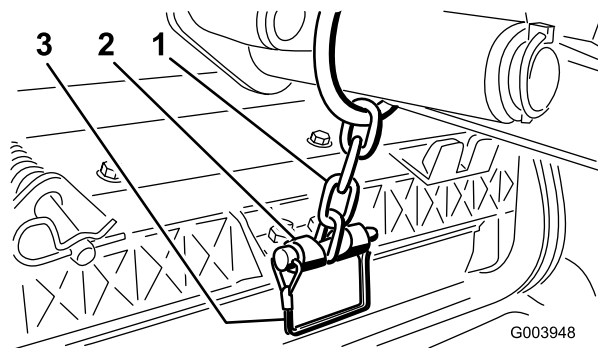

Figura 19
14. Sujete la cadena del brazo de elevación al soporte de la cadena con el pasador de seguridad (Figura 19).